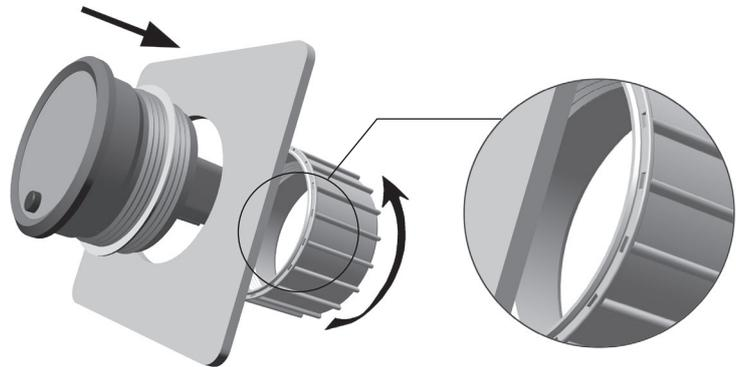

Abb. 6.6: Rundinstrument einsetzen.
- » Dazu die Befestigungsmuster mit der Zentrierlippe voran montieren, siehe Abbildung 6.6.